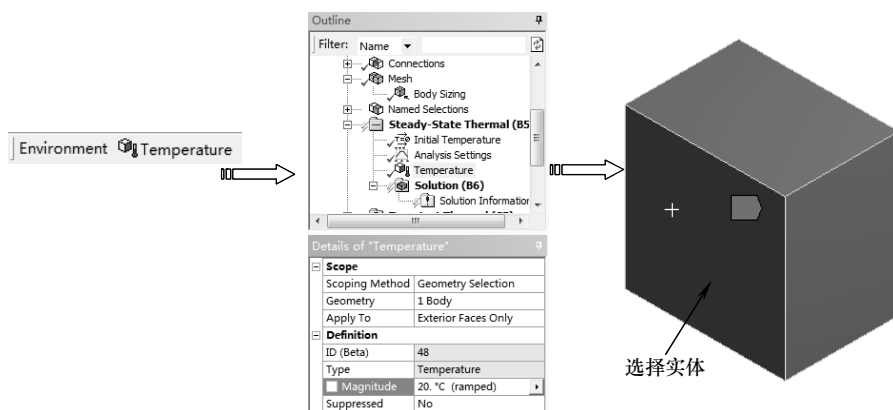

图 11-85 施加温度
1) 在【Outline（分析树）】中选择【Steady-State Thermal (B5)】节点，单击【Environment】工具栏上的【Temperature】命令，单击【图形】工具栏上的选择模式下的【Single Select（单选）】按钮 , 然后再单击【Body（选择体）】按钮 , 选择水实体，单击【Geometry】项中的【Apply】按钮完成，在详细设置窗口中【Definition】选项下的【Magnitude】中输入 20，如图 11-85 所示。